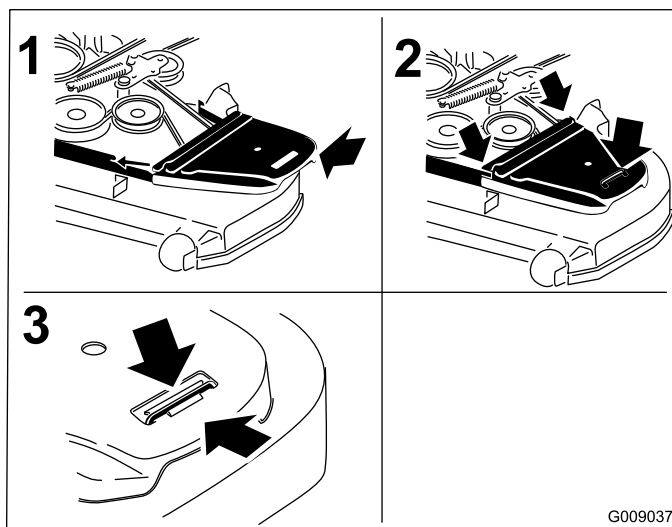

Figura 78
- Instale las cubiertas de la correa (Figura 78).